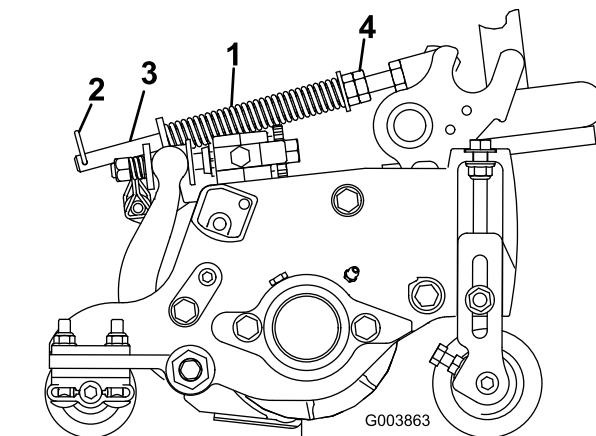

Figura 13
- Apriete las tuercas hexagonales de la sección delantera de la varilla del muelle hasta que la longitud del muelle comprimido sea de 12,7 cm en el Reelmaster 5210 y 5410 (unidades de corte de 5 pulgadas), y de 15,9 cm en el Reelmaster 5510 y 5610 (unidades de corte de 7 pulgadas) (Figura 13).
El muelle de compensación del césped (Figura 13) transfiere peso del rodillo delantero al trasero. (Esto ayuda a reducir el patrón de ondulación en el césped.)
- Asegúrese de que el pasador de horquilla está instalado en el taladro del extremo de la varilla (Figura 13).